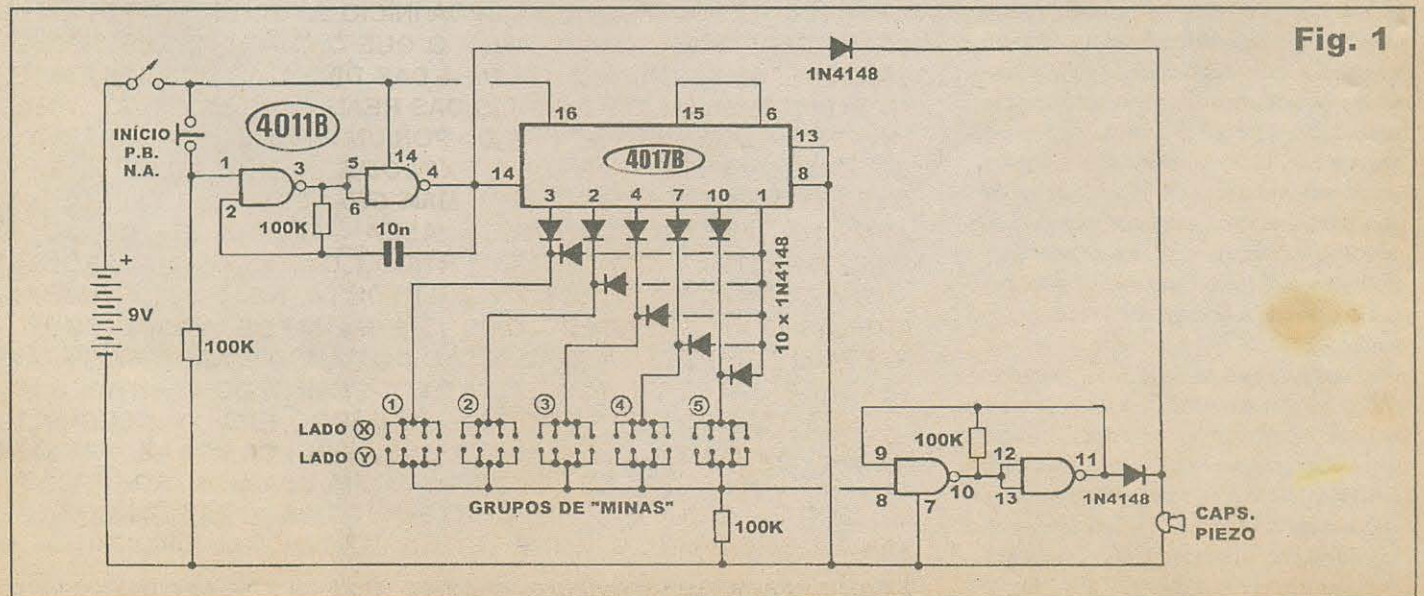

Fig. 1
- FIG. 1 - DIAGRAMA ESQUEMÁTICO DO CIRCUITO - Um integrado C.MOS 4017 (contador de década) centraliza as operações lógicas do circuito, recebendo o seu sinal de *clock* (via pino 14) de um ASTÁVEL formado por dois *gates* de um outro integrado digital C.MOS - um 4011 -, operando em frequência relativamente elevada (na faixa de áudio), determinada pelos valores do resistor de 100K e capacitor de 10n. Notar que o mencionado oscilador apenas é habilitado quando o *push-button* N.A. de *início* (*start*) é premido, já que em *espera*, o pino de autorização do ASTÁVEL encontra-se no inibidor nível *baixo*, oferecido por outro resistor de 100K... Observar, ainda, que através de um diodo isolador 1N4148, o citado sinal de *clock* é também enviado a uma cápsula piezo (transdutor de cristal...) que torna audível a manifestação, na forma de um apito agudo (o aviso de que *o sorteio está sendo efetuado*...), enquanto durar a pressão sobre o *push-button*... Recebendo o trem de pulsos, o 4017 os decodifica sequencialmente através das suas primeiras 6 saídas ativas (pela ordem, pinos 3-2-4-7-10-1...) e, através de uma planejada matriz de diodos 1N4148, pode estabelecer níveis digitais *altos* em qualquer dos 4 conjuntos de minas (1)(2)(3)(4), em seus